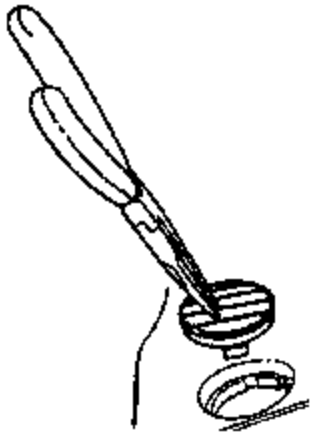

图 13-4 拆卸对侧窗边的出风口
(1) 拆卸对侧窗边的出风口如图 13-4 所示，可用钳子拔出侧窗边的出风口。